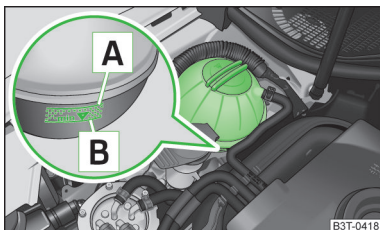

Fig. 167
Pour l'appoint, nous recommandons de n'utiliser que du produit antigel correspondant à la désignation figurant sur le vase d'expansion du liquide de refroidissement » fig. 167 à la page 203.
- Ne versez pas le liquide de refroidissement au-delà de la marque **A** » fig. 167 à la page 203.
Le vase d'expansion du fluide de refroidissement se trouve dans le compartiment moteur » fig. 167.
Description de l'image » fig. 167
- Contrôlez le niveau du fluide de refroidissement dans le vase d'expansion de fluide de refroidissement. » fig. 167.
**A** » fig. 167.